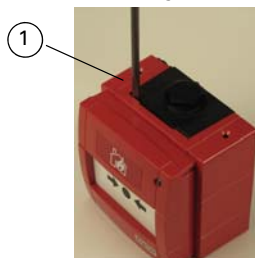

Fig. 3: Desmontaje del FC421CP-I
- 2 Coloque el borde de un destornillador plano grande en la ranura que hay entre la tapa del pulsador y la caja de superficie (ver el elemento 1 en la fig 3).